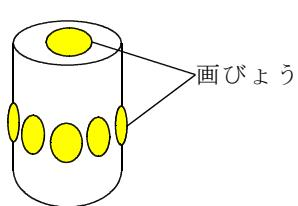

図1 回転子
- 1 画びようをフィルムケースの底の中心に刺す。また、8個の画びようをフィルムケースの口から2cmの円周上に等間隔に刺し、回転子とする（図1）。